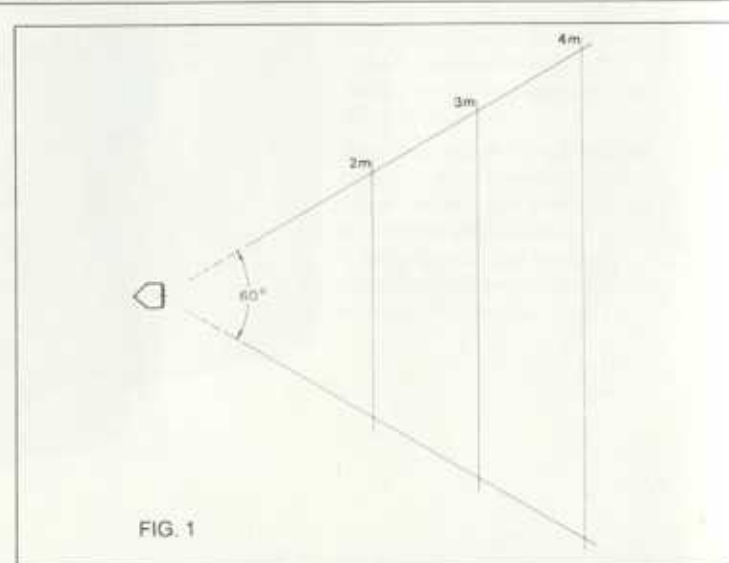
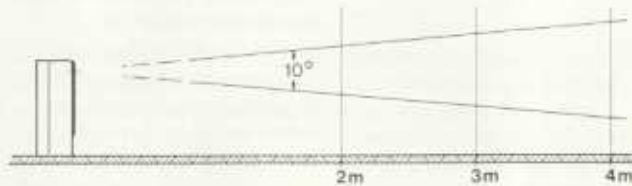

FIG. 1
FIG. 2
**2** In all B&W designs the configuration of the drive units and the characteristic of the crossover network are so designed that the horizontal dispersion of sound is broader than the vertical dispersion, thus ensuring wider freedom of seating with accurate stereo information, figs. 1 and 2.
**2** Bei allen B&W Erzeugnissen wurde bei der Gestaltung der Chassis und Frequenzweichen bewusst darauf geachtet, dass die horizontale Streuung breiter ist als die vertikale. Dies gibt dem Hörer eine grössere Freiheit bei der Wahl seiner Sitzposition für den optimalen Erhalt der Stereo-information. Fig. 1 + Fig. 2.
Fig. 1 en 2.
Fig. 1 et 2.
2 In tutta la produzione B&W si è fatto in modo, durante la costruzione del telaio e del deviatore di frequenze, che la diffusione orizzontale sia più larga di quella verticale. Questo concede all'ascoltatore una maggiore libertà nella scelta della posizione di ascolto ottimale per la ricezione della informazioni stereofoniche fig. 1 e fig. 2.